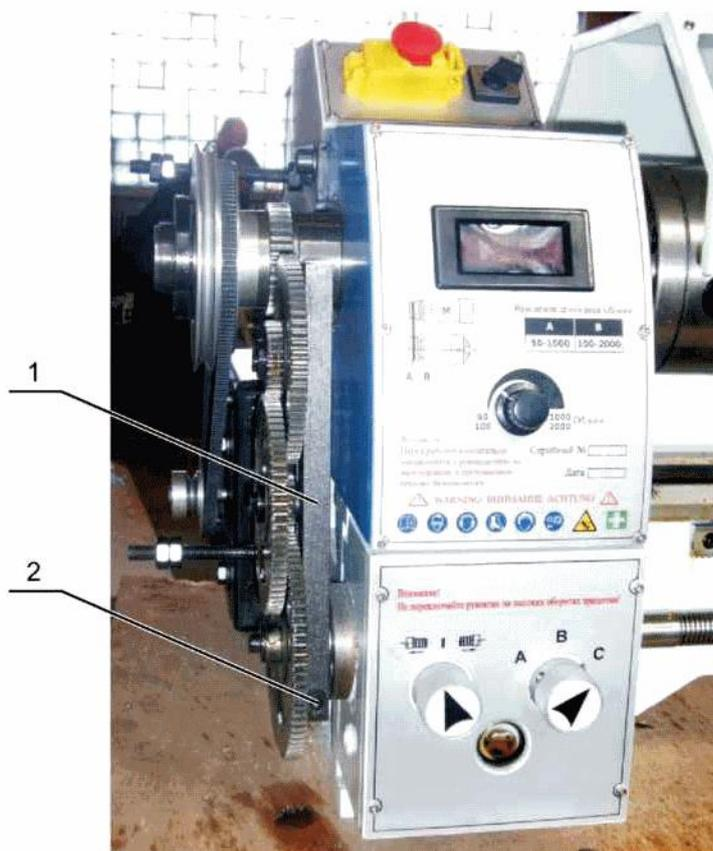

Рисунок 14
- Ослабьте запорный винт 2 (рисунок 14) на гитаре.
- Отведите гитару 1 (рисунок 14) вправо.